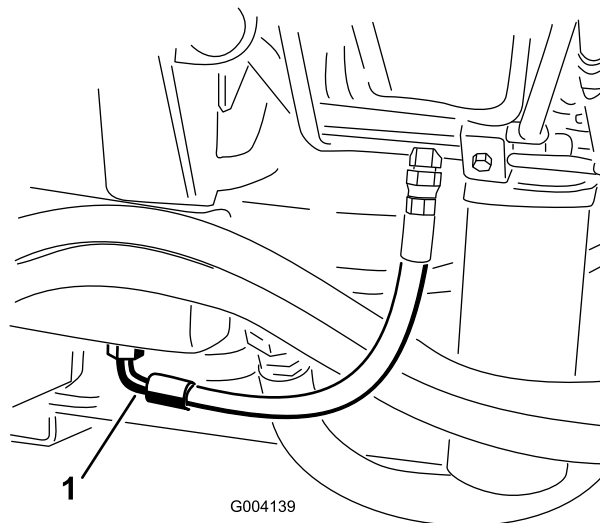

Figura 51
2. Coloque un recipiente grande debajo del acoplamiento situado en la parte inferior del depósito de aceite hidráulico (Figura 51).